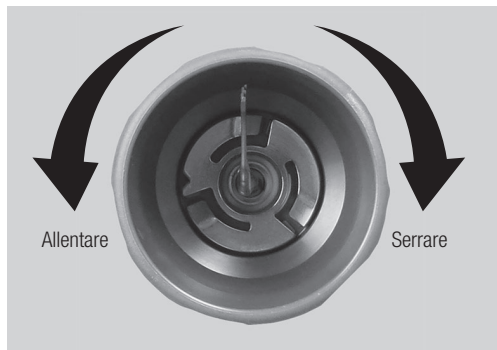

Fig. 17
- 3) Ruotare la chiave per serrarla, come indicato nelle Fig. 17 e 18, fino a quando si avverte uno scatto e la chiave comincia a girare senza serrare ulteriormente.
\*Per rimuovere la punta, ruotare la chiave in direzione di sblocco come indicato nelle Fig. 17 e 18.